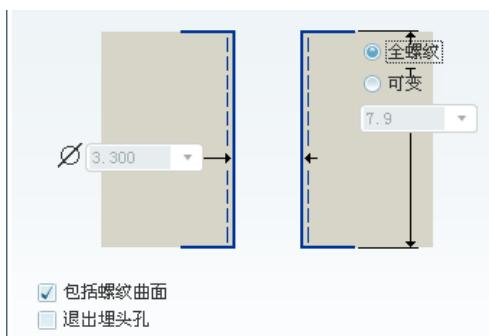
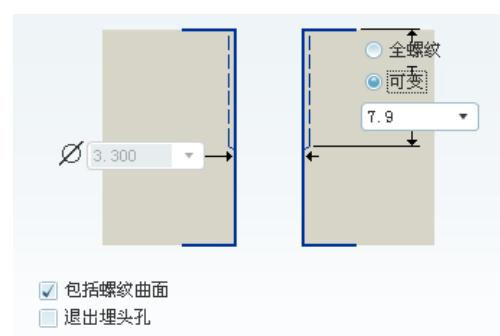

图 5.14.12 全螺纹螺孔
图 5.14.13 深度可变螺孔
Step4. 选择螺孔结构类型和尺寸。在操控板中按下 按钮，再单击 ，再在图 5.14.12 所示的“形状”界面中选中 全螺纹 单选项。
(1) 一般螺孔形式。在操控板中单击 ，再单击 ，系统弹出图 5.14.12 所示的界面，如果选中 可变 单选项，则螺孔形式如图 5.14.13 所示。